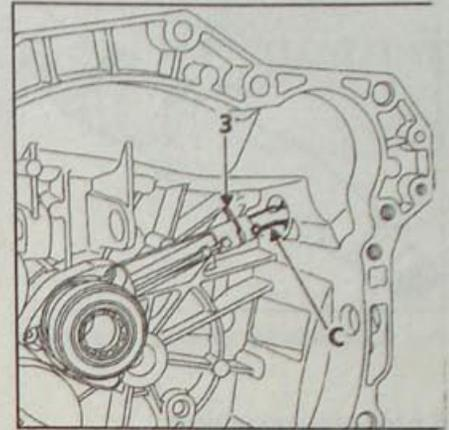

Рис. 5.13. Расположение фиксатора (3) крепления штуцера (С) рабочего цилиндра сцепления
- Снимите фиксатор (3, рис. 5.13) и от-соедините штуцер от рабочего цилинд-ра привода сцепления.